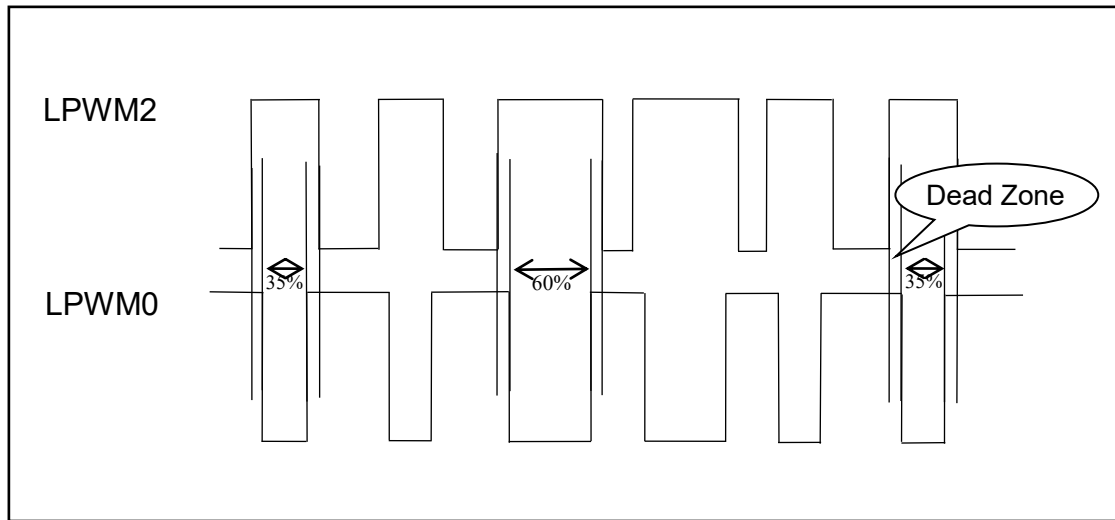

图 22：两路互补 LPWM 波形
2. 切换占空比时对应的 LPWM0/LPWM2 波形如图 22。